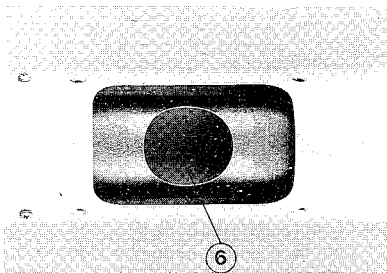

Bild 19
- Deckel (4) mit Rändelschraube (5) abnehmen
- Abgasrohr (6) optisch überprüfen – Bild 19